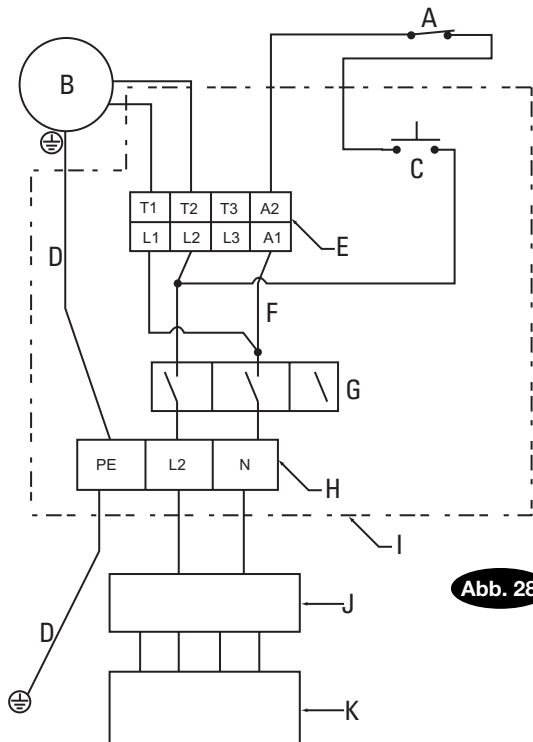

Abb. 28
19. Elektrik: Den elektrischen Anschluss zum Motor durch einen geprüften Elektriker durchführen lassen, Abb. 28, 28a oder 28b. Kabelstärke entsprechend der angegebenen Stromstärke verwenden. Tabelle der Betriebsdaten des Motors beachten, siehe Abb. 28, 28a, 28b. Separaten Schaltkreis für jede Stromversorgungseinheit verwenden. Jeden Schaltkreis entsprechend den örtlichen Vorschriften mit einem Ausschalter sichern. Einen separaten Trennschalter zwischen der Energieversorgung und der Stromversorgungseinheit installieren. (Mit „0“ für „AUS“ und „I“ für „EIN“ markieren). Die Verdrahtung MUSS allen örtlichen elektrischen Vorschriften entsprechen.
20. Overheadschalter: Overheadschalter-Baugruppe prüfen, um sicherzustellen, dass die Schalterstange den Schalter aktiviert, wenn sie angehoben wird. Der Schalter verfügt über einen normalerweise geschlossenen Schaltkreis und schaltet den Motor ab, wenn er aktiviert wird, siehe Abb. 28, 28a oder 28b und 29.